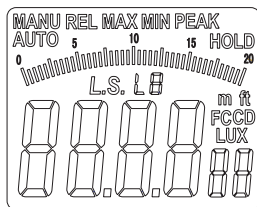

Figura 5-1-5
- Presione el botón “MAX/MIN/LS” durante un segundo y el valor LS parpadeará en la pantalla LCD (como se muestra en la figura 5-1-5). El medidor pasará al modo de selección de fuente. Presione “REL/PEAK” o “HOLD/ZERO” para cambiar la fuente de luz (L0-L9), pulsación larga para acelerar el cambio. Presione “RAN” de nuevo para volver al paso anterior.